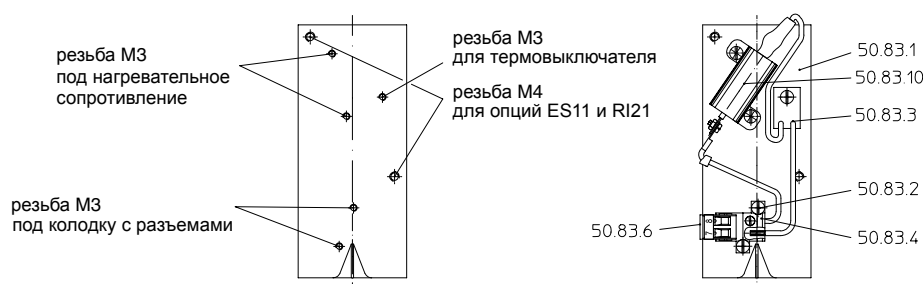

Рис. 16: Установка нагревателя ARI-PREMIO 2,2-15 кН
- Закрепите полностью собранный нагревательный узел (на крепежном уголке) с помощью прилагающихся винтов на специально предусмотренном для этого месте на крышке редуктора (рис. 16).